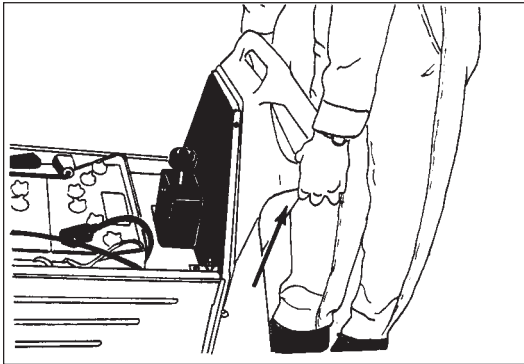

Figure 23
3. Put the pad housing in the down position by pulling up on the control handles. See figure 23.
3. Abaissez l'ensemble du disque en tirant les poignées de commande vers le haut, comme indiqué à la figure 23.
3. Put the pad housing in the down position by pulling up on the control handles. See figure 23, page 26.
3. Abaissez l'ensemble du disque en tirant les poignées de commande vers le haut. Voir figure 23.